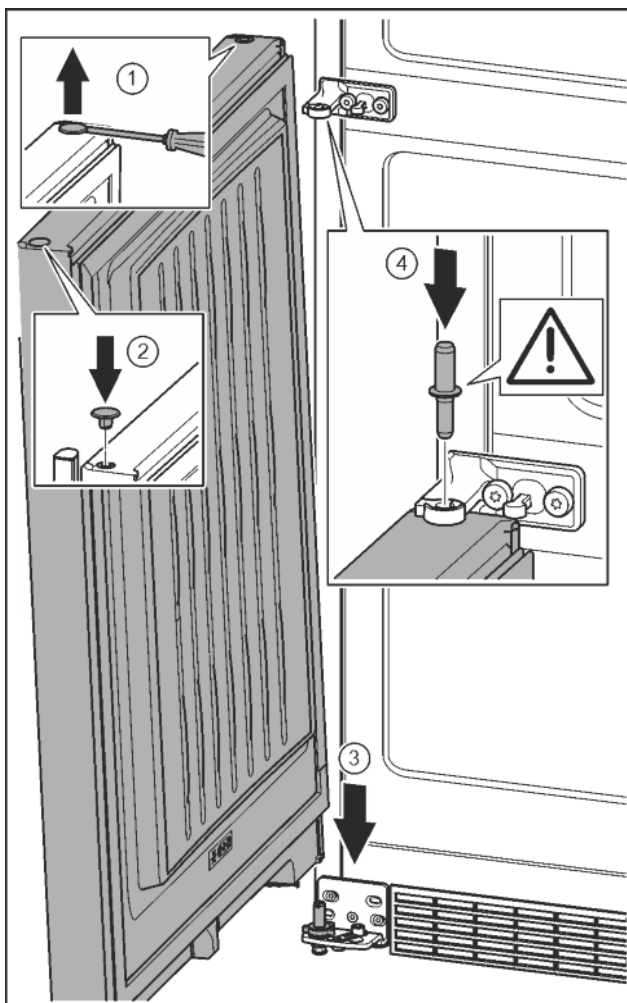

Fig. 23
- A dugót egy csavarhúzóval óvatosan emelje meg és húzza ki. Fig. 23 (1)
- A dugót helyezze be a másik ajtóoldalon. Fig. 23 (2)
- Az ajtót felülről helyezze az alsó csapszegre. Fig. 23 (3)
- Helyezze be az alsó ajtóba a középső csapszeget a középső csapágýbakon keresztül. Ügyeljen közben arra, hogy a bekattanó bütyök hátrafelé mutasson. Fig. 23 (4)